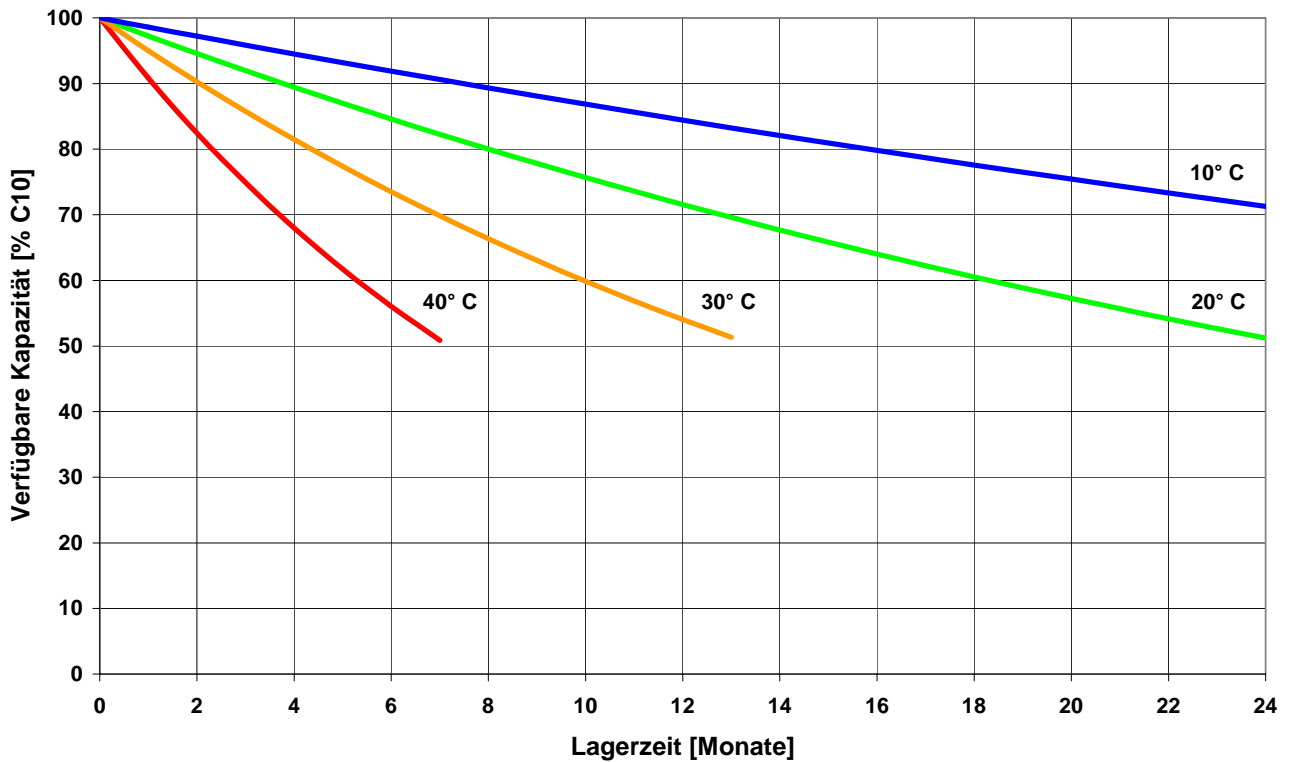

Abb. 1: Verfügbare Kapazität versus Lagerzeit bei verschiedenen Temperaturen (Standard-Gel-Batterien)
- Die Temperatur beeinflusst die Selbstentladerate von Zellen und Blöcken (siehe Abb. 1 und 2).
24 Monate für Standard-Gel-Batterien (Abb. 1) und